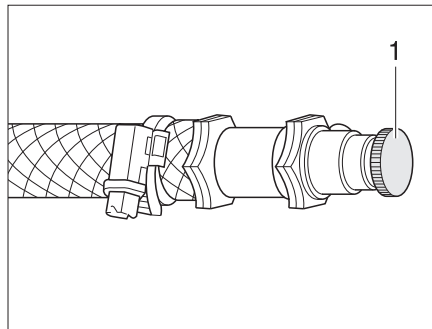

Fig. 292 Válvula de purga de la calefacción de agua caliente
- Abrir la válvula de purga (Fig. 292,1) y dejarla abierta hasta que deje de salir aire.